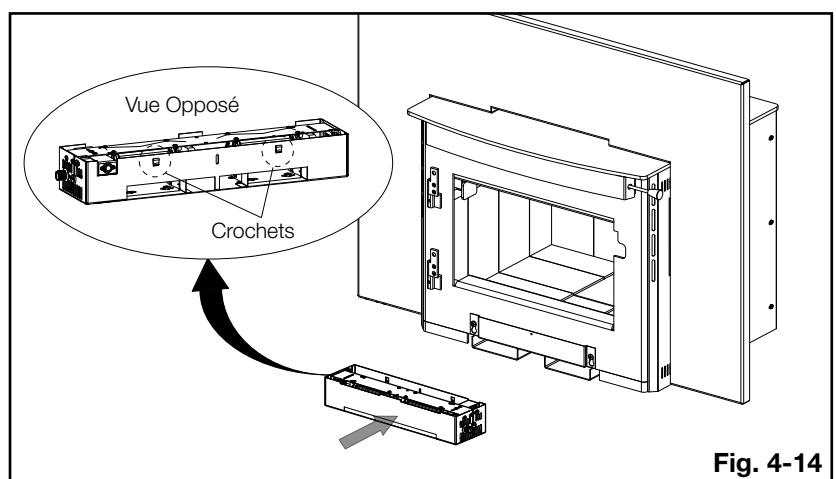

**Fig. 4-12**
- Retirez le support d'expédition en retirant les deux vis (**Fig. 4-12**). Jetez le support et mettez de côté les vis.